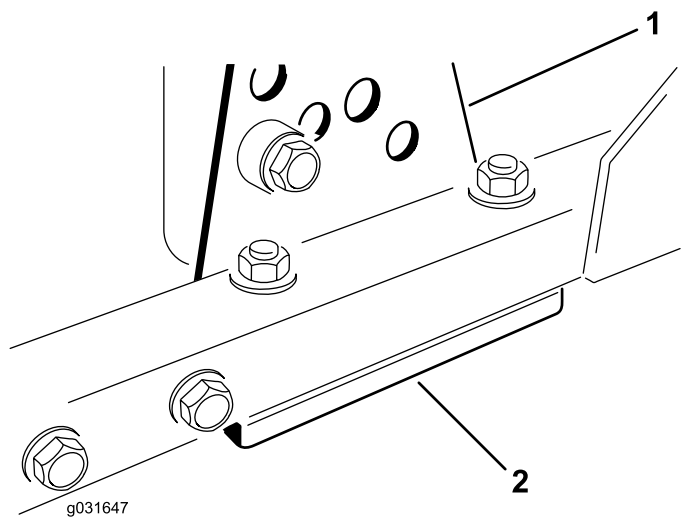

图 68
1. 从刀盘架上拆除剪草高度支架前、左或右 图 68。
- 在刀盘架与剪草高度支架之间增、减 1.5mm 薄垫片和/或 0.7mm 薄垫片以达到所需的剪草高度设置图 68。
- 安装剪草高度支架到刀盘架剩余薄垫片集中放到剪草高度支架的下方图 68。